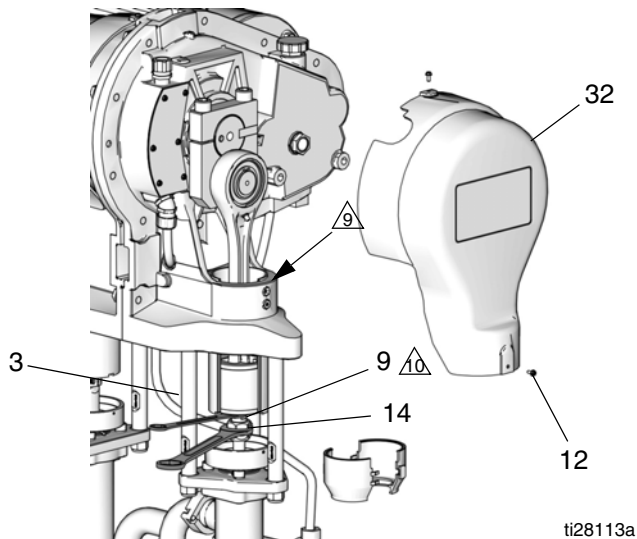

ABB. 16. Kupplungsmutter entfernen
1. Den Motor im Tippbetrieb laufen lassen, um die Pumpe auf der zu reparierenden Seite auf ihren unteren Totpunkt zu bringen. Auf diese Weise erhalten Sie Zugang zur Kupplungsmutter (14).
4. Zwei Schrauben (12) und die Abdeckung entfernen. In ABB. 16 ist die Abdeckung (32) auf der gegenüberliegenden Seite des Motors; die motorseitige Abdeckung ist (21).